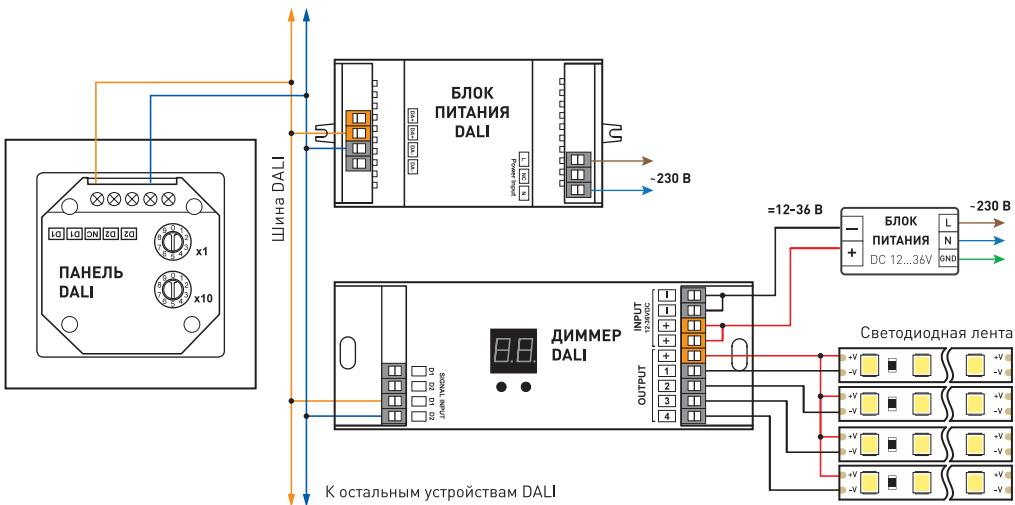

Рисунок 1. Подключение сенсорной панели на примере диммера SR-2302Р
- 3.2. Подключите провода от шины DALI к клеммам D1 и D2 сенсорной панели (Рис. 1).